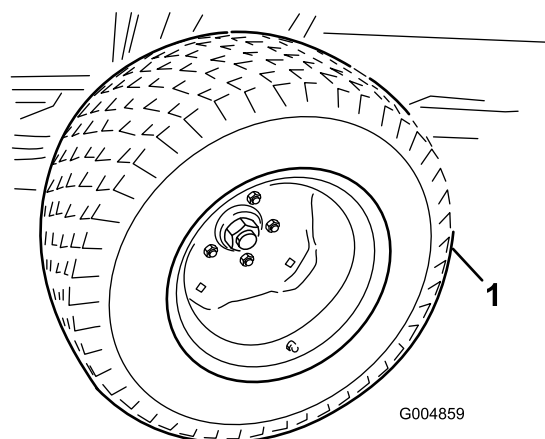

Figure 6
3. Montez les pneus d'été (Figure 6).